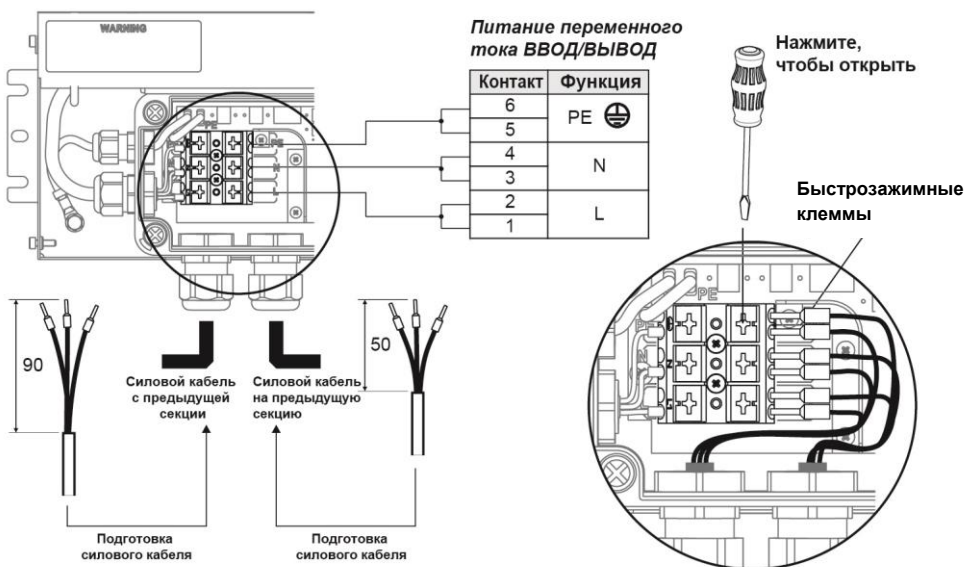

Рис. 10. Подключение к сети переменного тока в блоке питания
3. Блок питания осветительных систем Exterior 50 и Exterior 100 оснащен быстрозажимными клеммами для подключения силовых кабелей. К каждой клемме подключается по входному и пропускному проводу. Каждый раз при подключении или отключении проводов необходимо нажимать шлицевой отверткой на клемму, как показано на Рис. 10. До того как убрать отвертку, убедитесь, что провод полностью вставлен в клемму и надежно закреплен.
5. См. Рис. 10. Подготовьте силовой кабель для подключения к блоку питания, зачистив 90 мм (3,5 дюйма) оболочки кабеля от его конца. Зачистите 10 мм (0,4 дюйма) изоляции кабеля у проводов заземления, нейтрали и фазы и установите 10 мм (0,4 дюйма) зажимы (оконечные элементы типа «I») на концы проводов.
7. См. Рис. 10. Подключите провода силового кабеля к быстрозажимным клеммам в блоке питания следующим образом:
2. См. Рис. 10. Подготовьте кабель передачи питания для подключения к первому блоку питания, зачистив 50 мм (2,0 дюйма) оболочки кабеля от его конца. Затем зачистите 10 мм (0,4 дюйма) изоляции кабеля у проводов заземления, нейтрали и фазы. Рекомендуется использовать зажимы (оконечные элементы типа «I»).
4. См. Рис. 10. Подключите провода силового кабеля к быстрозажимным клеммам в блоке питания следующим образом: